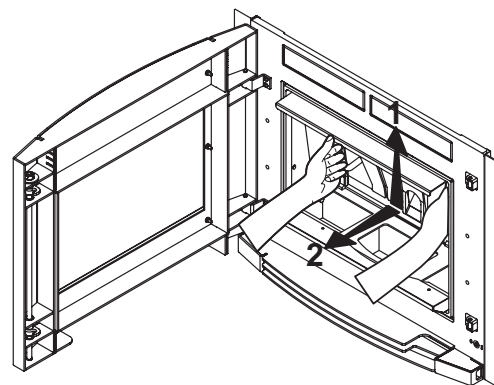

Fig.15.7
- 1) soulever le panneau en fonte de façon à ce qu'il sorte des encastresments situés dans la partie basse (certains modèles sont dotés d'une poignée pour en favoriser l'extraction Fig.15.7 A);
- 2) incliner la partie inférieure du panneau en fonte vers la porte et le retirer complètement. (Fig.15.7 A - B);